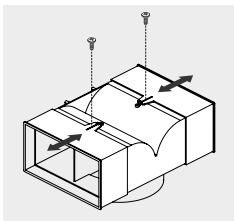

Figura 9
- Ajuste la longitud de las salidas del deflector de recirculación, de acuerdo al ancho del cubreductos. Asegure las salidas del deflector usando 2 tornillos ST 4.2X10. (figura 9)